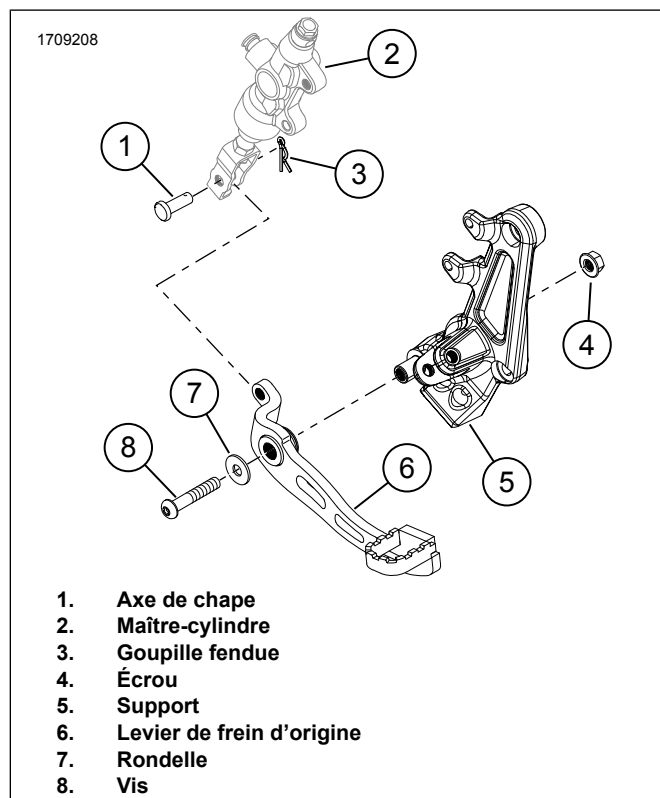

Figure 2. Levier de frein d'origine
1. Voir la Figure 2. Retirez et **jetez** la goupille fendue (3).
2. Retirer l'axe à épaulement (1).
3. Retirez la vis (8), la rondelle (7) et l'écrou (4).
- a. Jetez la vis (8) et la rondelle (7).
4. Retirer le levier de frein d'origine (6).